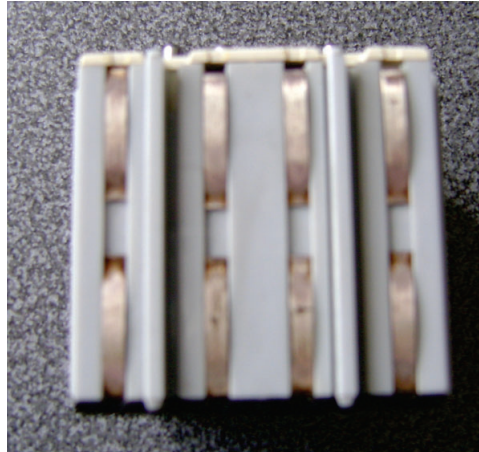

Figura C.2: Contactos laterales de los cubos para las entradas/salidas.
- En los costados del cubo en la parte superior (ver Figura C.2), la parte más cercana a la cara superior. En general, no todas las entradas y/o salidas tienen punto de contacto en el costado, esto solo sucede en los casos en que el número de entradas/salidas es pequeño y hay suficiente espacio para el contacto. Sin embargo, estos contactos en los costados permiten conectar rápidamente y sin cables, las salidas de un cubo con las entradas del siguiente o la conexión en paralelo de varios dispositivos.